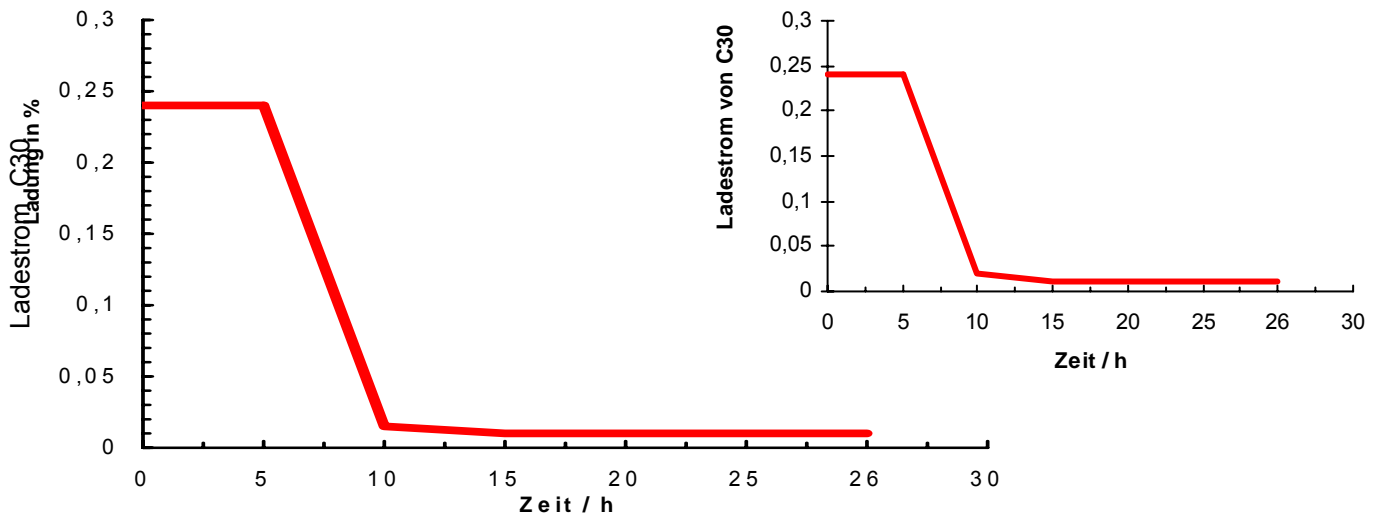

Abb.1 Ladung mit 0,3 C A- Limit
- i. Lade-End- Zustand (Bereitschaft) 2,27-2,30 V/Zelle bei 25°C (Abb.1)